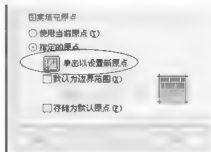

图 4.69 选择【指定的原点】单选按钮
④ 在【图案填充原点】选项组内选择【指定的原点】单选按钮，此时【单击以设置新原点】按钮变为可用状态，如图 4.69 所示。